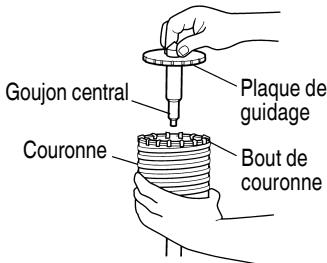

Fig. 14
- (3) Introduire le goujon central dans la plaque de guidage jusqu'à ce qu'il arrête.
(4) Engager la plaque de guidage dans la couronne et tourner la plaque de guidage à gauche ou à droite de manière à ce qu'elle à ce qu'elle ne puisse pas tomber, même si elle orientée vers le bas. (Fig. 14)